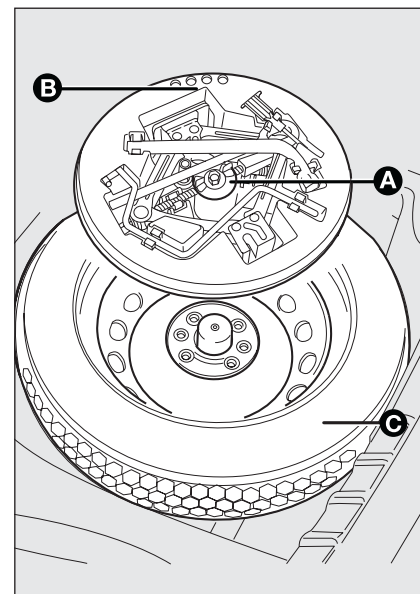

fig. 10
- svitare il dispositivo di bloccaggio **A**-fig. 10;